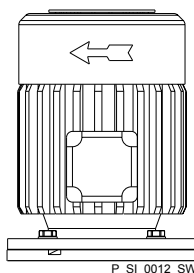

Fig. 18: Sentido de rotação do motor
- Ao ligar o motor, ter em atenção ambos os sentidos de rotação - ver seta na cobertura do ventilador, como em Fig. 18.